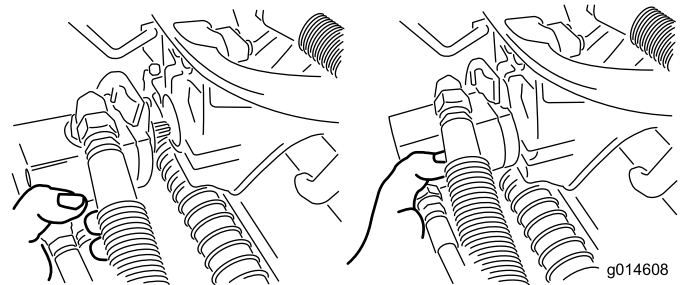

Figure 33
3. Amenez le moteur à la position de rangement sur l'avant du bras de suspension (**Figure 33**).